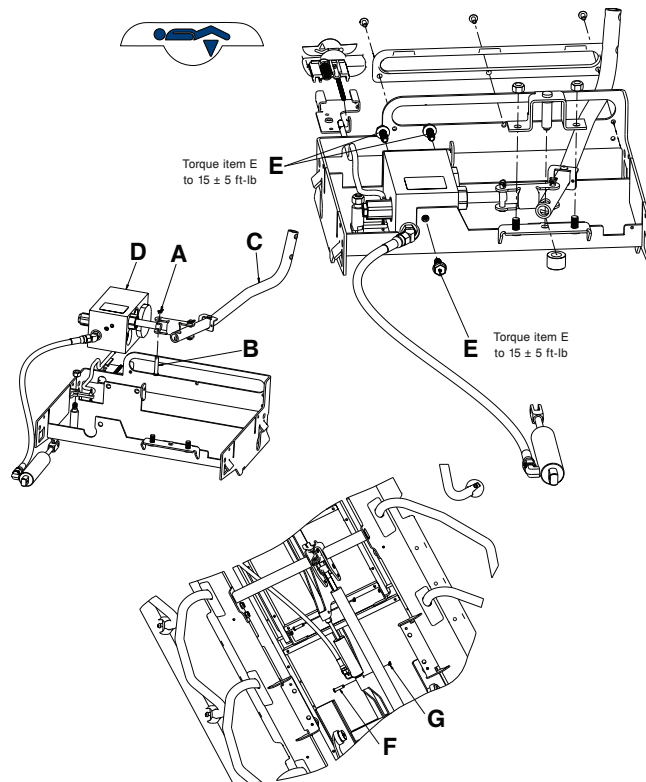

Figure 25 – Remplacement du corps de clapet du relève-jambes
1. À l'aide d'une pince à becs fins, retirer la goupille bêta (A) et l'axe à épaulement (B) qui fixent le piston de la pompe du relève-jambes à la poignée de la pompe (C) (Figure 25).